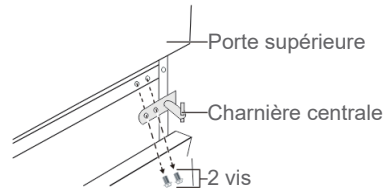

Fig. 4
3. Retirez la charnière centrale après avoir ôté ses deux vis (→ Fig. 4).